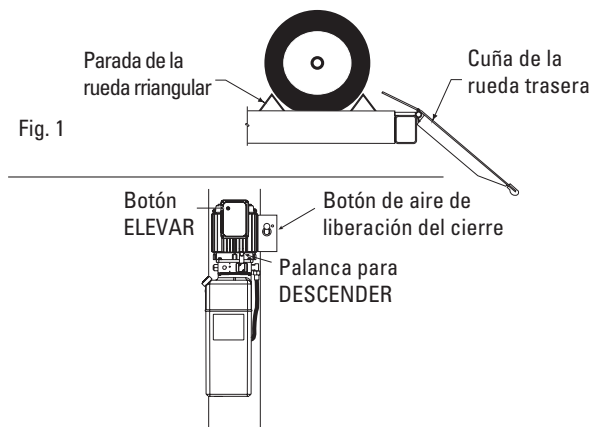

Fig. 1
3. Detenga el vehículo cuando haga contacto con los topes de las ruedas delanteras. En todo momento, asegúrese que las ruedas traseras estén delante de las rampas/cuñas y de que estas dejen libres los neumáticos cuando el elevador ascienda. Fig. 1. Tanto el conductor como los pasajeros deben descender del vehículo antes que éste sea elevado.
4. Coloque cuñas triangulares de ruedas en cada lado de uno de los neumáticos traseros, Fig. 1.
13. Haga descender totalmente el elevador, retire las cuñas triangulares de las ruedas y revise el área para asegurarse de que esté despejada antes de retirar el vehículo del elevador, Fig. 1.